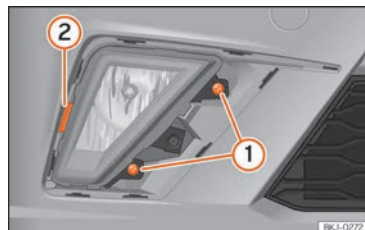

Abb. 167 Nebelscheinwerfer: Lampenträger ausbauen
»» **(Abb. 167)** ① und lösen Sie den Klipp ② mit einer Hebelbewegung heraus, um den Nebelscheinwerfer herauszunehmen.